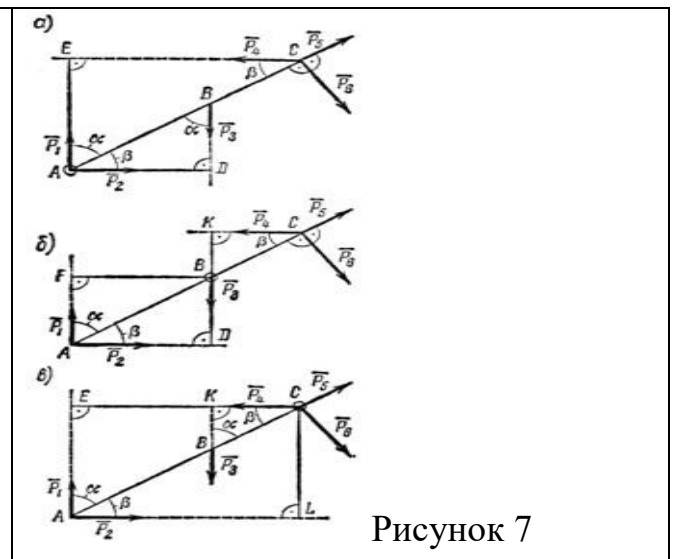

Рисунок 7
2. Определить моменты шести заданных сил (рис. 7) относительно точек А, В и С, если $P_1 = 30 \text{ Н}$, $P_2 = 50 \text{ Н}$, $P_3 = 25 \text{ Н}$, $P_4 = 40 \text{ Н}$, $P_5 = 35 \text{ Н}$, $P_6 = 54 \text{ Н}$, $AB = 1,2 \text{ м}$, $BC = 0,8 \text{ м}$, $\alpha = 55^\circ$ и $\beta = 35^\circ$.